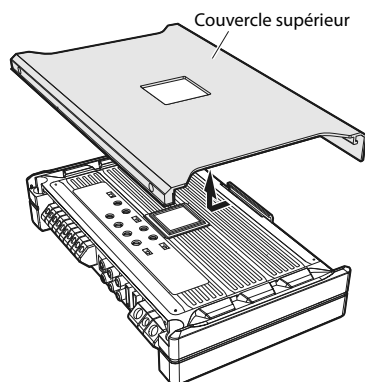

Fig. 2
2. Faites glisser le couvercle supérieur, puis soulevez-le pour le retirer. (Fig. 2)